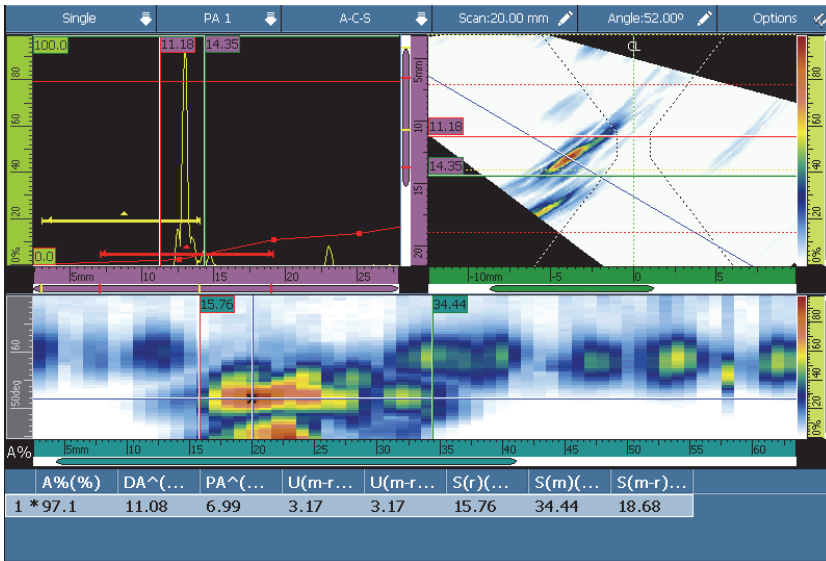

图 8-27 缺陷报表的示例
**缺陷报表子菜单**包含配置缺陷报表所需的参数。缺陷报表（参见第 276 页的图 8-27）中列有检测中被识别并记录下来的每个反射体的详细信息，这些信息被用于创建检测报告。